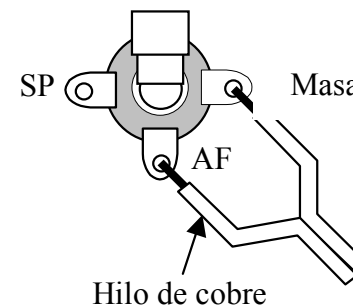

Figura 7-4
Figura 7-1 y la Figura 7-4, con la pestaña "AF" situada cerca del interior de la tapa. (**Advertencia:** La mala identificación de las tres pestañas podría resultar en un cruce a masa de la salida de AF.)
- El otro extremo debe situarse en el conector del altavoz externo como muestra la Figura 7-4. El hilo de cobre debe ser conectado a la pestaña "AF" del conector. Suelde únicamente el hilo de cobre.